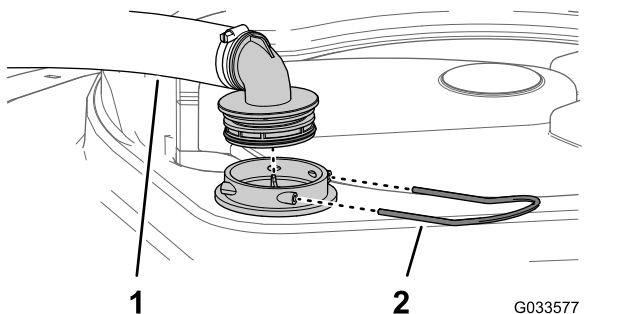

Рисунок 104
2. В верхней части бака опрыскивателя снимите держатель, который крепит шланговый штуцер, подсоединенный к большому шлангу, идущему от корпуса фильтра (Рисунок 104).
3. Отсоедините шланг и шланговый штуцер от корпуса фильтра (Рисунок 104).